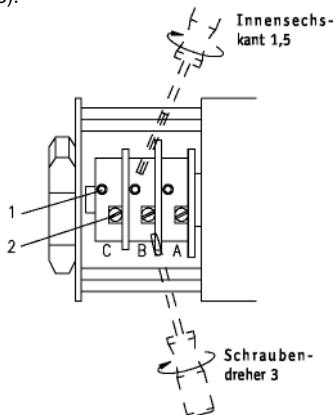

Abb. 8: Einstellung der Schaltcammern
- Pôr os cames rotativos (A, B, C) numa posição favorável a um ajuste de precisão: o parafuso sem cabeça (1) e a roda de dentes helicoidais (2) devem estar facilmente acessíveis.
- Proteger os cames contra torção apertando os parafusos sem cabeça (1).
- O ajuste de precisão do disco de cames é efectuado rodando o parafuso micrométrico (2) por meio da chave de fendas tamanho 3 (ver a fig. 8).